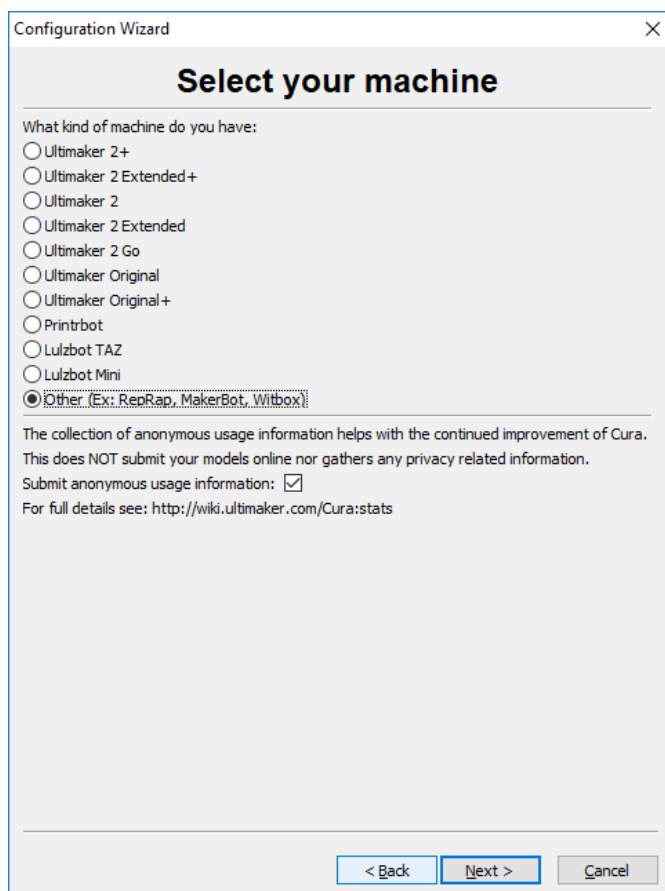

Рис. 9
2. Вторым шагом нужно выбрать из списка предустановленных вариантов свой принтер (рис. 9). Нашего «Гефеста» в списке нет, поэтому выбираем пункт «другое» – **Other**.